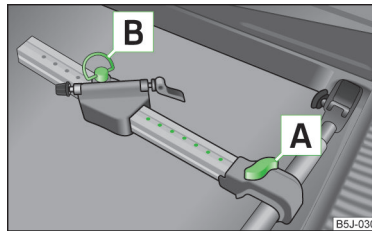

Abb. 71
- Die Schraube **A** » Abb. 71 etwas herausziehen und den Längsträger (Aluteil) zum Querträger schieben, bis die Fassung einrastet.
- › Die Schraube [A] » Abb. 71 auf Seite 78 lösen und den Fahrradträger zusammen mit dem befestigten Fahrrad nach links schieben, sodass es zwischen dem Lenker und dem Seitenfenster des Gepäckraums zu keiner Kollision kommen kann.